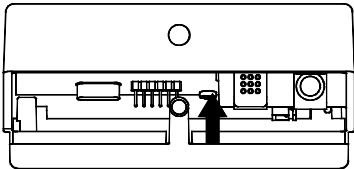

Fig. 4
- 2** Tourner le haut du boîtier en exerçant une légère pression jusqu'à l'extraction complète de celui-ci (Fig. 4).